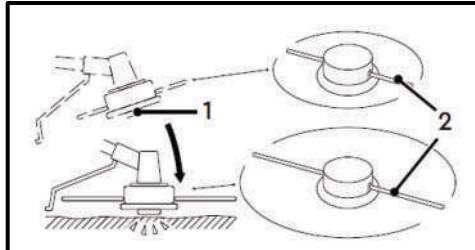

Рис. 43
- Вдарте натискаючи кнопкою (1) котушки по землі (Рис. 43). Робоча довжина ліски (2) повинна збільшитися, а надлишкова довжина ліски автоматично буде відрізана нерухомим обрізним ножем, який розташований на захисному кожусі;